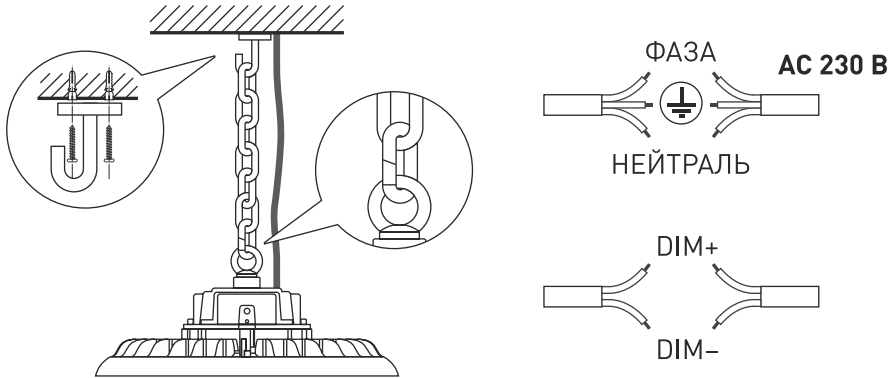

Рис. 2. Установка и подключение светильника
- 3.5. Закрепите монтажный провод (цепь) на потолке, как показано на рис. 2. Подвесьте светильник на кольцо для крепления и зафиксируйте его.